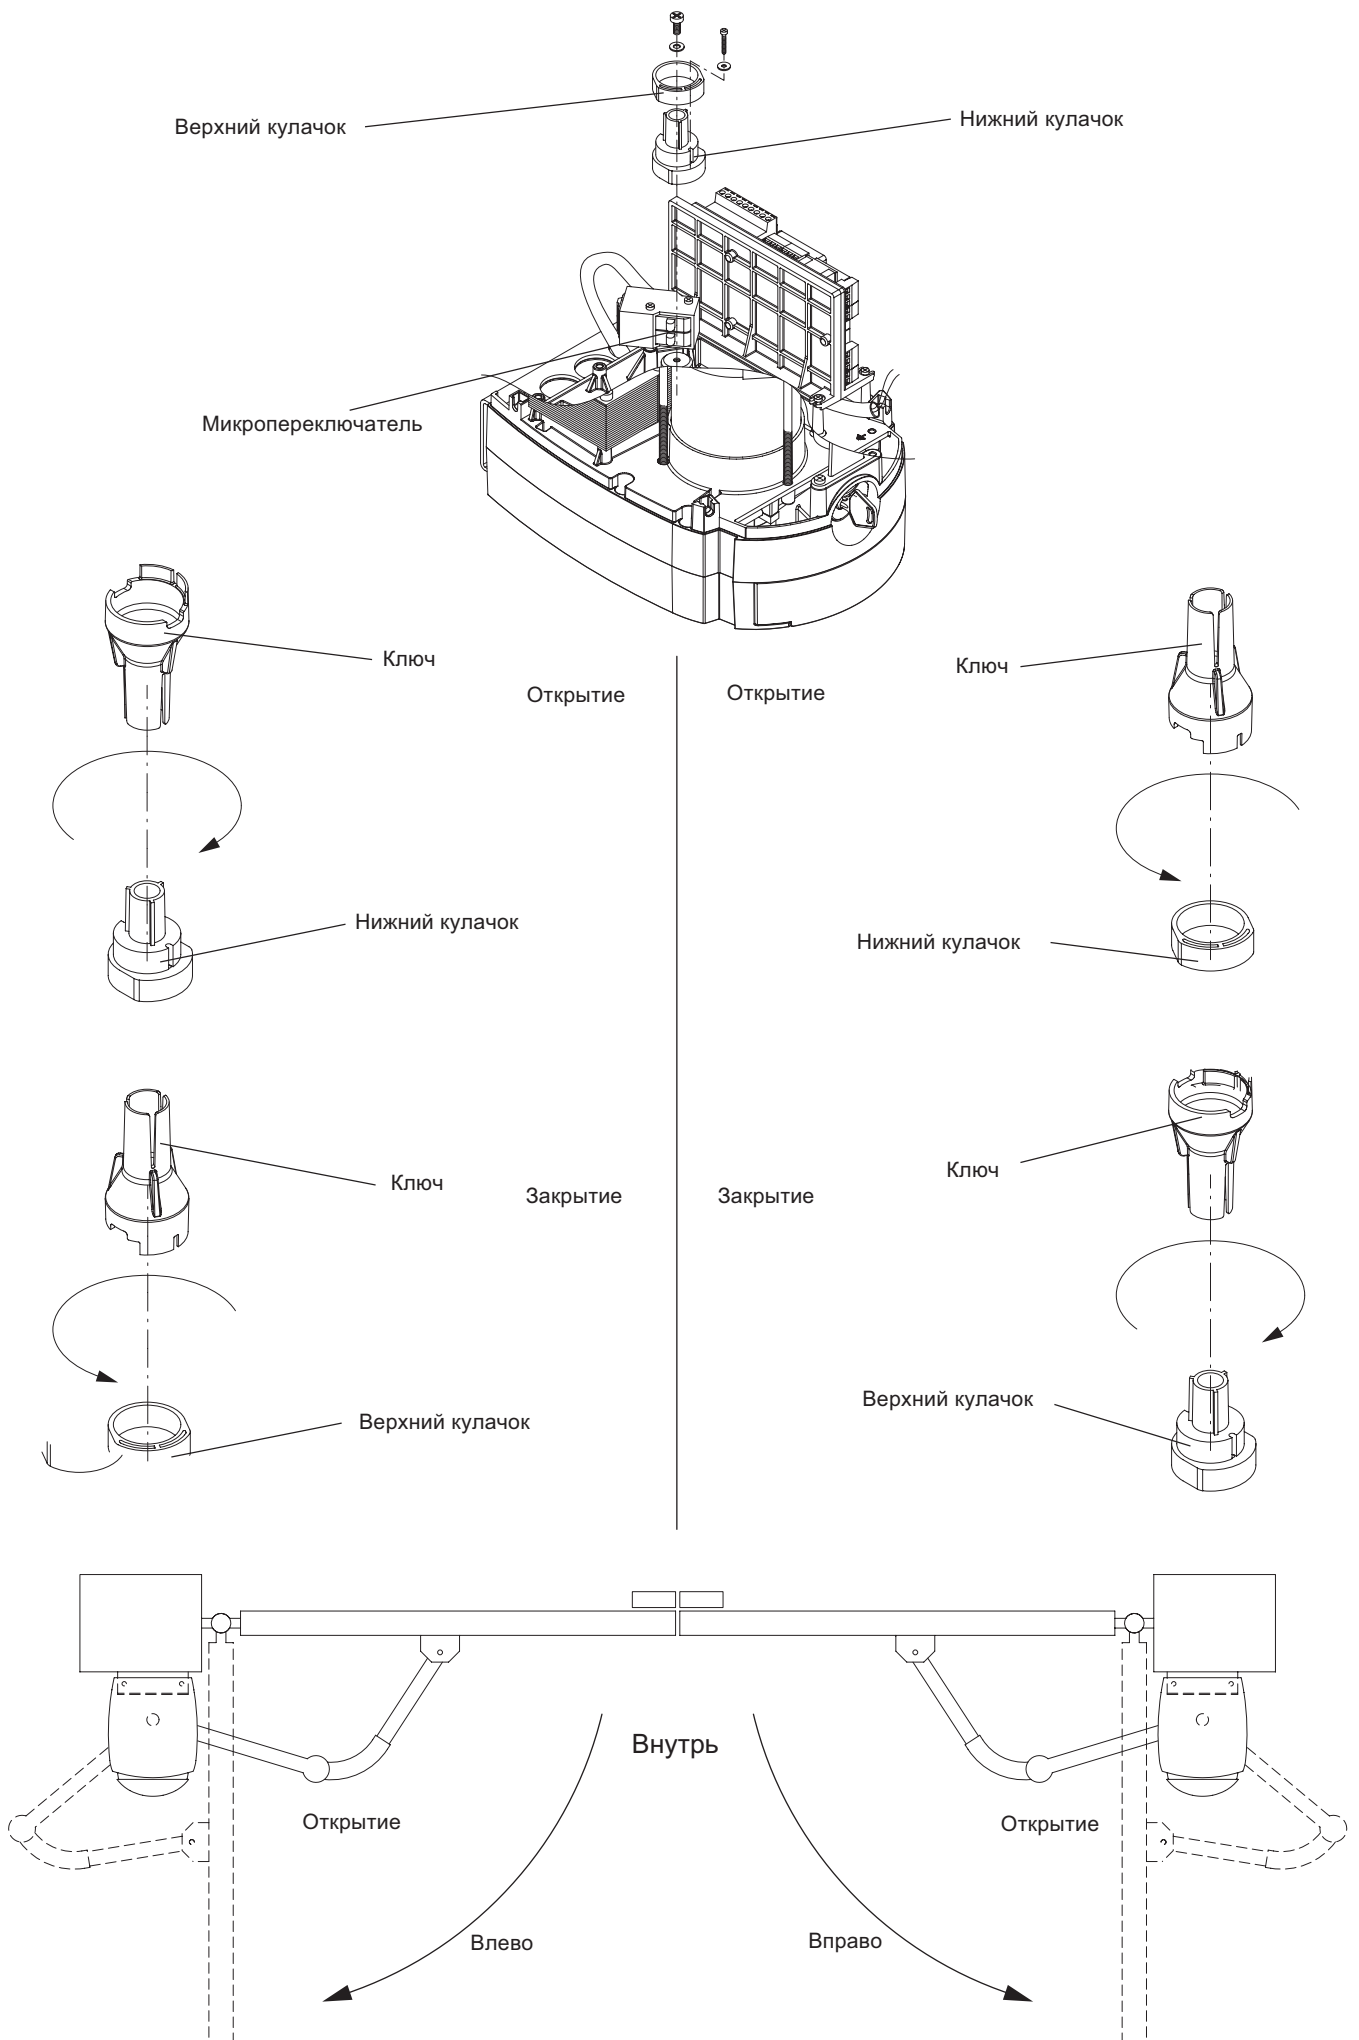

Рис. 7
10. Регулировка конца хода (Рис. 7)